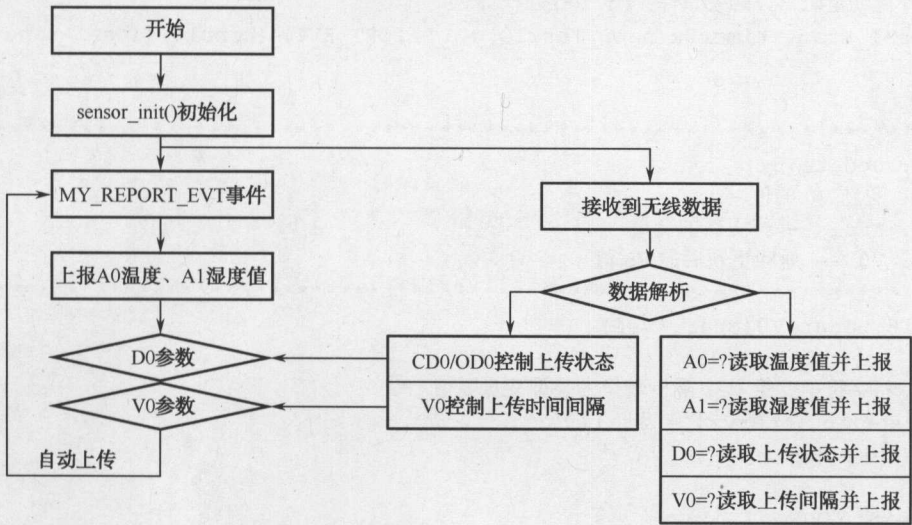

图 3.8 远程温湿度计程序逻辑
(2) 传感器驱动程序开发。温湿度传感器程序逻辑如图 3.8 所示。